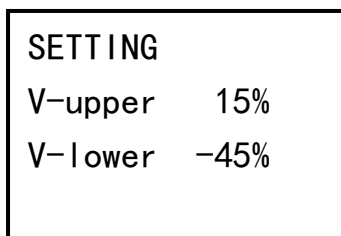

Рисунок 20
- верхнюю и нижнюю границы диапазона входного напряжения (см. рисунок 20);